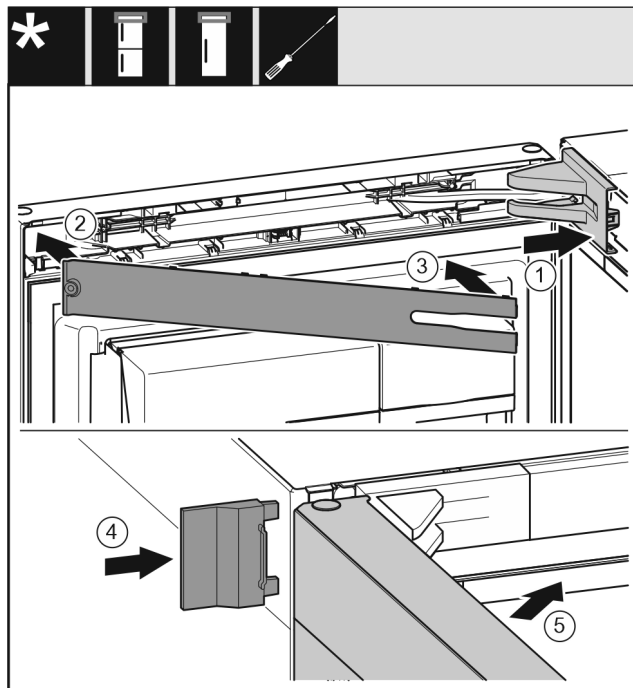

Fig. 71
- ▶ Helyezze fel és pattintsa be a csapágybak fedelét Fig. 71 (1), szükség esetén óvatosan nyomja szét.
- ▶ Helyezze fel a takarólemezt Fig. 71 (2).
- ▶ Fordítsa be és pattintsa be a takarólemezt Fig. 71 (3).
- ▶ Tolja fel a külső fedelet Fig. 71 (4).
- ▶ Csukja be a felső ajtót Fig. 71 (5).